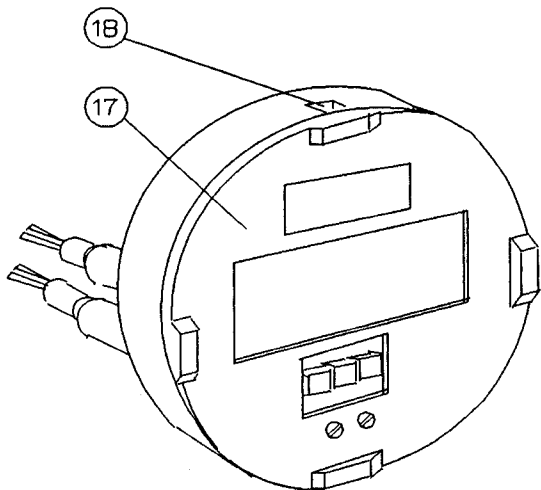

Fig. 6 Anzeigereinsatz
Blende (17) des Anzeigereinsatzes mit einem Schraubendreher an der Nase (18) aus dem Gehäuse herausdrücken (siehe Fig. 6).